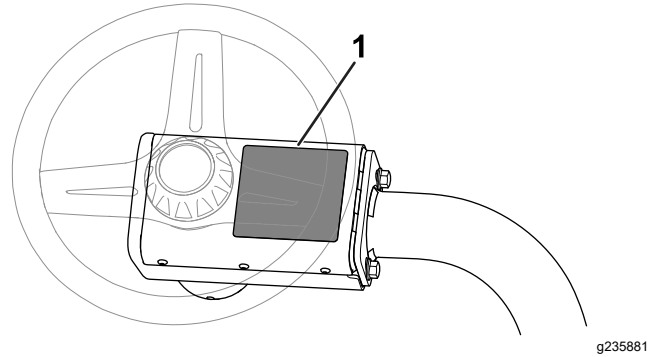

Figure 9
- Apposez l'autocollant de sécurité CE (réf. 136-8505) sur l'autocollant de sécurité existant (réf. 136-8506). La Figure 9 indique l'emplacement de l'autocollant de sécurité.